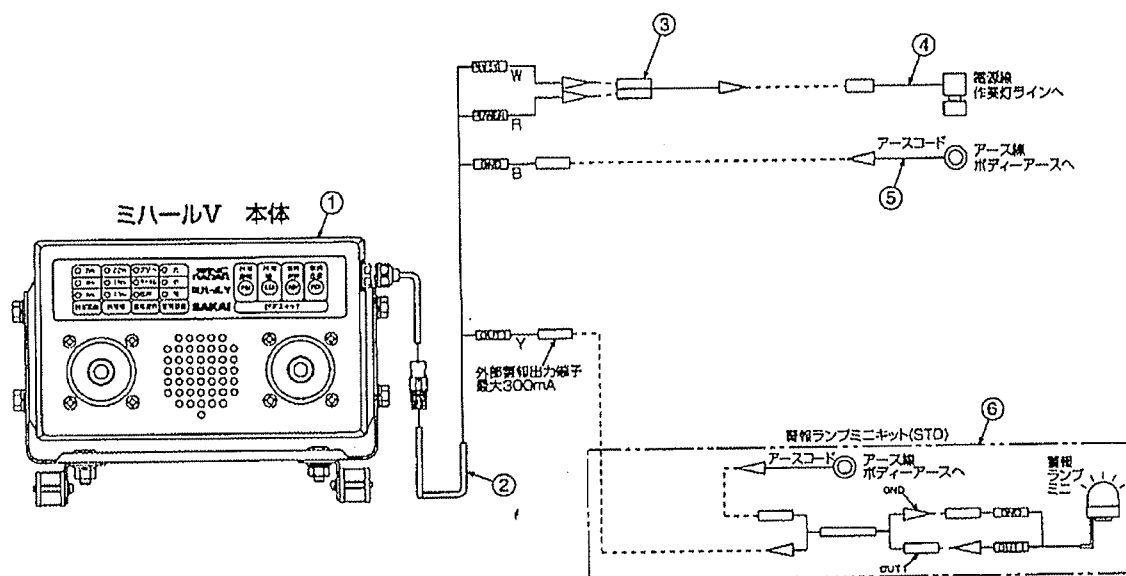

図 6 車両の前／後進に係わり無く、常時動作させる接続（標準キット）
③ 常時動作（配置方向指定なし、常時動作接続時：P11、図6参照）
- (3) 車両の前 / 後進に係わり無く、常時動作させる場合 (P11、図 6 参照)